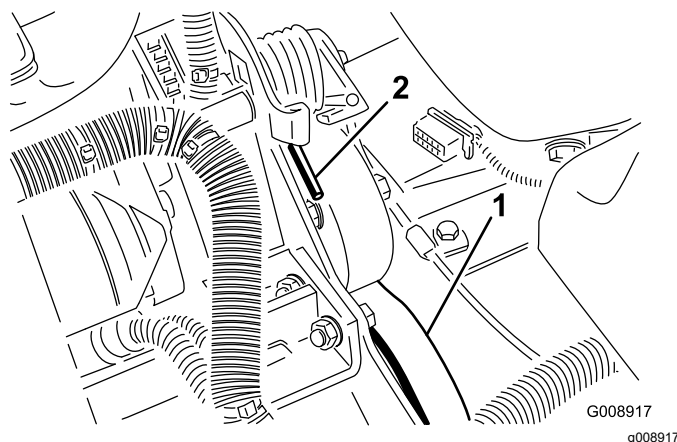

Figura 76
2. Premete l'estremità della molla e spingetela in avanti (Figura 76) per sbloccarla dalla staffa e rilasciare la tensione della molla.